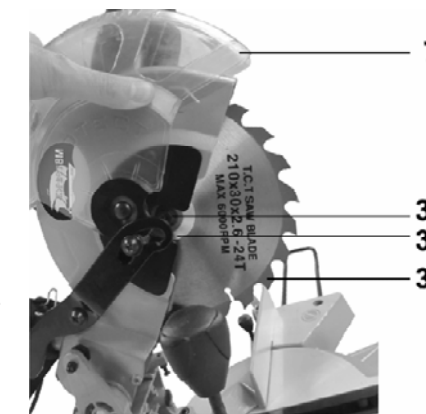
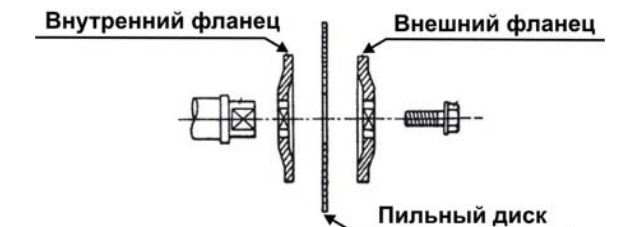

Рис.8
Рис. 10
## 9.6.1. Снятие диска, Рис. 8
Для снятия пильного диска (34) выкрутите винты (32) и снимите защитный кожух (7), Рис.8.
Установите пильный диск (34) в соответствии с последовательностью, указанной на Рис.10 так, чтобы зубья пильного диска (34) были направлены вниз в передней части пилы, Рис.8. Положение надёжно закрепите винтом (32).
**ВНИМАНИЕ:** Перед включением вилки шнура питания пилы в розетку удостоверьтесь, что кнопка включения (35) правильно действует и возвращается в позицию «Выкл.» при её отпускании.
Не нажимайте на кнопку включения (35) не убедившись, что пильному диску (34), ничто не мешает, и пильный диск (34) свободно вращается, Рис. 8
### 11.2. Регулировка угла наклона пиления 45°, Рис. 10,14